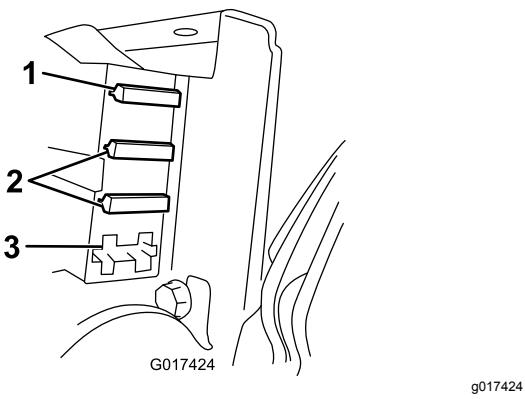

Figura 42
3. Compruebe los fusibles del bloque de fusibles (Figura 42).
- Si algún fusible está fundido, sustitúyalo por un fusible del voltaje y amperaje correctos (Figura 42).